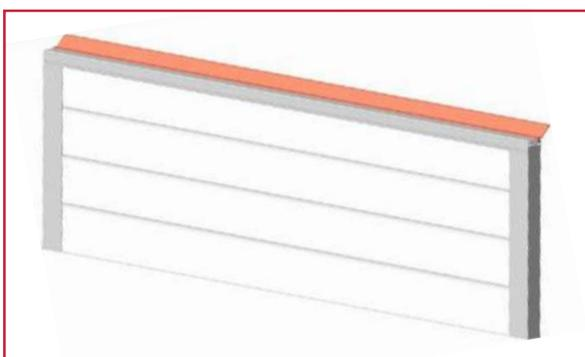

Рисунок 15. Верхняя панель
- боковыми крышками, приклепанными к панели (см. рисунок 15).